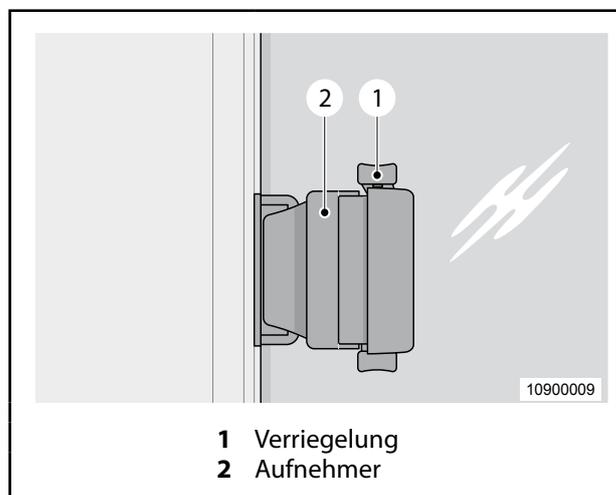

Abb. 23 Schiebefenster öffnen und schließen
- ◆ Verriegelung (Abb. 23, Pos. 1) aus Aufnehmer (Abb. 23, Pos. 2) lösen und Fenster aufschieben.
- ◆ Fenster bis Anschlag zuschieben, Verriegelung (Abb. 23, Pos. 1) rastet automatisch ein.